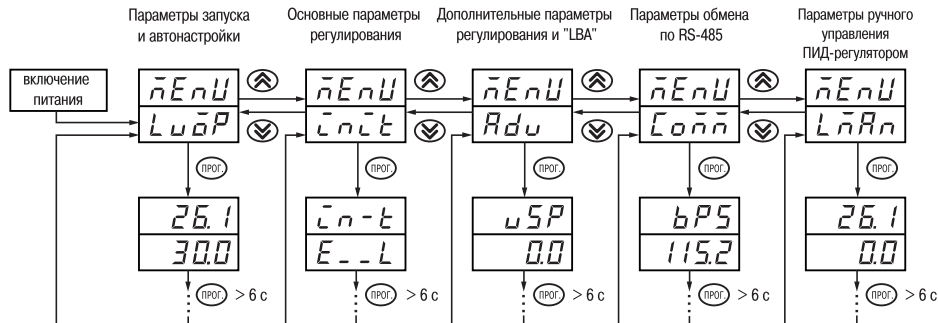

Рис. 24
6.1.2. Основные параметры прибора TPM101 объединены в 5 групп: **LuōP**, **ĭnĭt**, **Adv**, **Coññ** и **LñAn**, составляющих меню прибора (**рис. 24**). Полный список программируемых параметров приведен в *прил. Г*.